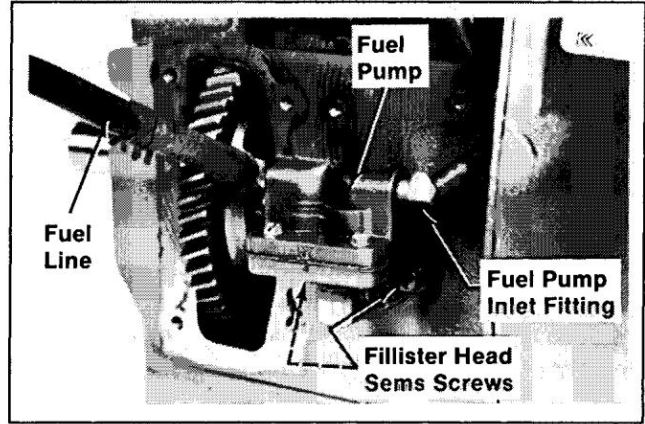

Figure 10-1. Dépose de la pompe à carburant.
2. Débranchez la conduite de carburant de la sortie de la pompe à carburant raccord. Reportez-vous à la Figure 10-1.